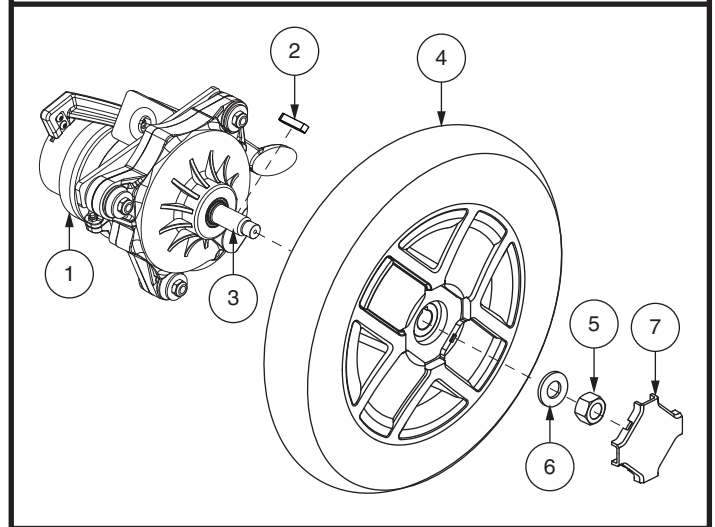

Figure 13. Enlèvement de la roue motrice
4. Retirez le couvercle du capuchon, l'écrou de la roue motrice et la rondelle de l'essieu. **Voir figure 13.**
6. Retirez les vis de la jante et séparez la jante avant et la jante arrière. **Voir figure 13.**